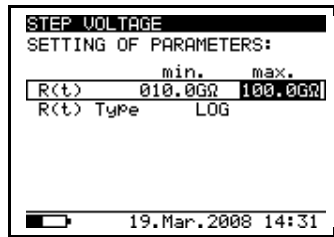

Fig. 27. Opsætning af graf (Graph R(t))
4. Tryk på **SELECT** knappen for at indstille parametre for grafen, se **Fig. 27**. Tryk **ESC** knap for at vende tilbage til opsætningsmenuen (Set-up menu) for rampespændingstest (**Step Voltage**).